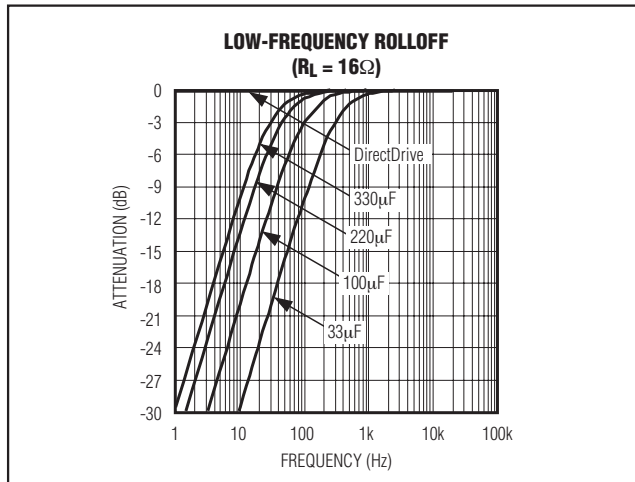

図2. 一般的な出力コンデンサの値に対する低周波数減衰
- このハイパスフィルタは、従来のシングルエンド、単一電源ヘッドフォンアンプでは、オーディオ信号のミッドレイルDC成分がヘッドフォンに到達するのを防ぐために必要です。-3dB点によっては、このフィルタがオーディオ帯域の低周波数信号を減衰させる可能性があります。 C_{OUT} の値が大きいほど減衰は少なくなります。図2に、 C_{OUT} のサイズと、それによる低周波数減衰の関係を示します。Vistaの振幅応答仕様では、ヘッドフォンジャックでの-3dB点が20Hzであることを要求していることに注意してください。32Ωのヘッドフォンに対して-3dB点を20Hzにするには、330μFの出力コンデンサが必要です(表2)。